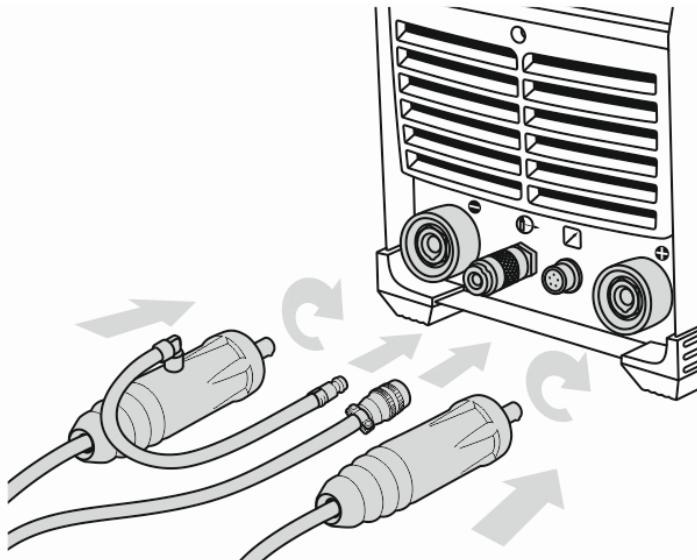

Рис. 8.0.4. Подключение.
**2.** Подключайте сварочные принадлежности для TIG сварки в следующем порядке (См. рис. 8.0.4).